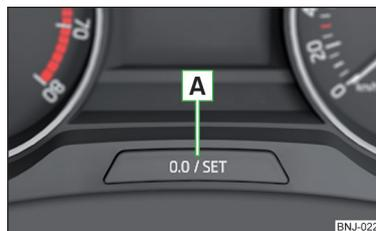

Fig. 22
» Tocar na tecla **A** » Fig. 22 na página 37.
- › Manter a tecla **A** » Fig. 22 premida, até que seja apresentado no visor o ponto de menu **Hora**.